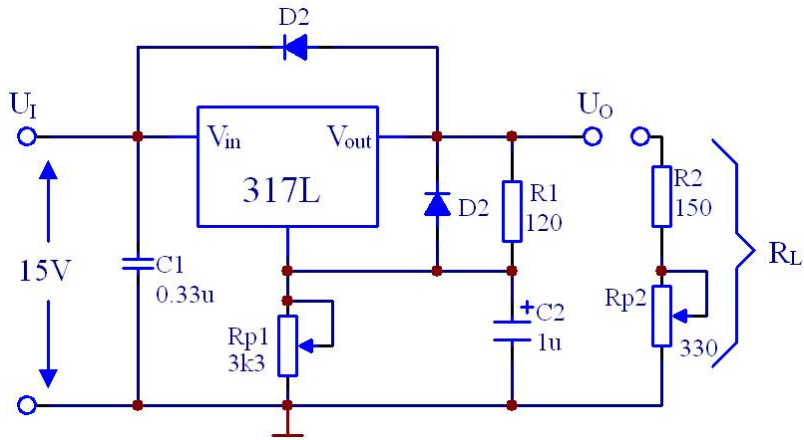

图 15.5
3. 计算图 15.5 电路中  $R_{P1}$  改变时电路输出电压范围。
(3) 可调稳压电路
① 实验电路如图 15.5 所示，LM317L 最大输入电压 40V，输出 1.25V~37V 可调最大输出电流 100mA。（本实验只加 15V 输入电压）
② 按图接线，并测试：